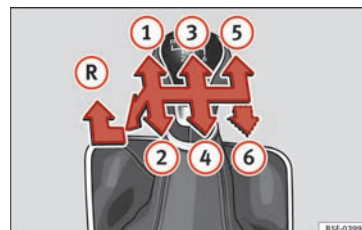

Bild 56 Växelschema för en 5- eller 6-växlad manuell växellåda.
» **bild 56.**
- När växelspaken är i neutralläge, tryck den nedåt, flytta den till vänster så långt det går och sedan framåt för att välja back **» bild 56 R**.